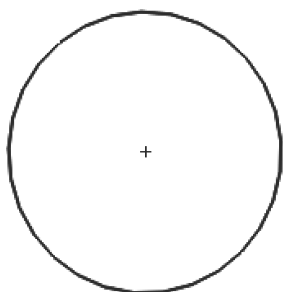
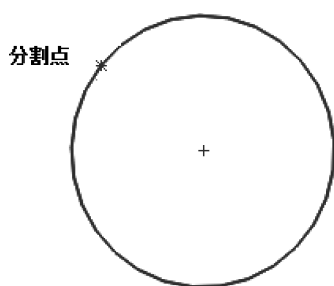

图 2-24 添加分割点前的图形
图 2-25 添加分割点后的图形
2) 确定添加分割点的位置，用鼠标单击如图 2-24 中圆弧上的适当位置，添加一个分割点，将圆弧分为两部分，结果如图 2-25 所示。